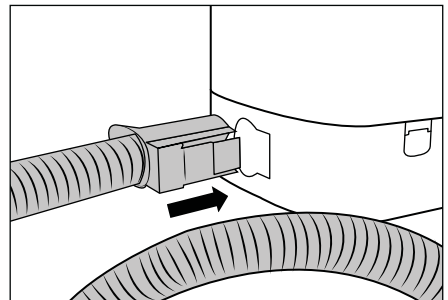

Abb. 2
- ♦ Stecken Sie den Sprüh-/Saugschlauch **19** in den Sprüh-/Saugschlauchanschluss **17** des Gerätes, bis die Entriegelungstaste **21** einrastet (siehe Abb. 2).